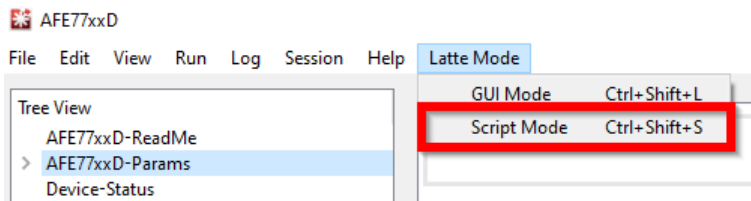

图 3-5. 切换到“Script Mode”
3. 在顶部，点击“Latte Mode”并导航至“Script Mode”，如图 3-5 中所示。